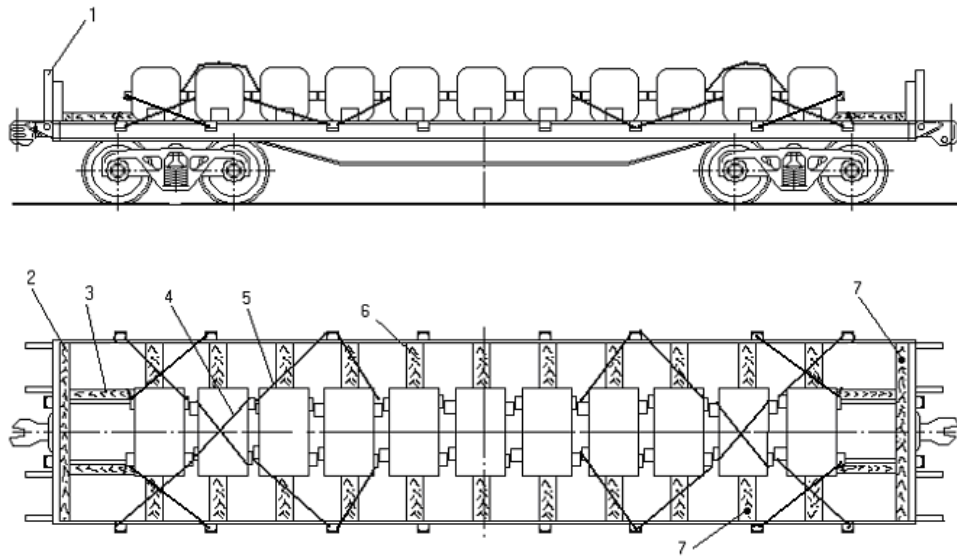

Рисунок 124
6.10. Изложницы массой свыше 4,6 т до 6,7 т включительно размещают поперек платформы вплотную друг к другу, симметрично продольной и поперечной плоскостям симметрии платформы (рисунок 124). Вдоль торцевых бортов укладывают упорные бруски сечением не менее 100х100 мм и длиной, равной ширине платформы, которые прибивают к полу каждый десятью гвоздями диаметром 6 мм и длиной не менее 150 мм. Между крайними изложницами и поперечными брусками устанавливают по два распорных бруска сечением не менее 100х150 мм и длиной по месту, каждый из которых прибивают к полу пятью гвоздями диаметром 6 мм и длиной не менее 150 мм. Крайние и третьи от торцов платформы изложницы увязывают между собой за цапфы увязками из проволоки диаметром 6 мм в шесть нитей. От продольного смещения изложницы крепят восемью парами растяжек из проволоки диаметром 6 мм в шесть нитей за цапфы изложниц и стоечные скобы платформы. От поперечного смещения каждую изложницу крепят двумя упорными брусками сечением не менее 50х100 мм и длиной по месту, каждый из которых прибивают к полу пятью гвоздями диаметром 6 мм и длиной не менее 100 мм. Торцевые борта платформы подкрепляют короткими стойками.